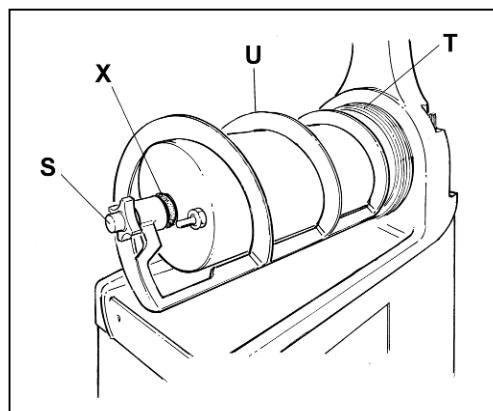

Fig. 14
-Svitare il pomello di fissaggio S in senso orario (filettatura sinistra) e procedere all'estrazione del gruppo di miscelazione U e delle guarnizioni di tenuta X e T (vedi fig.14).
-Procedere al rimontaggio del gruppo di miscelazione (fig.14) attenendosi alle seguenti operazioni: